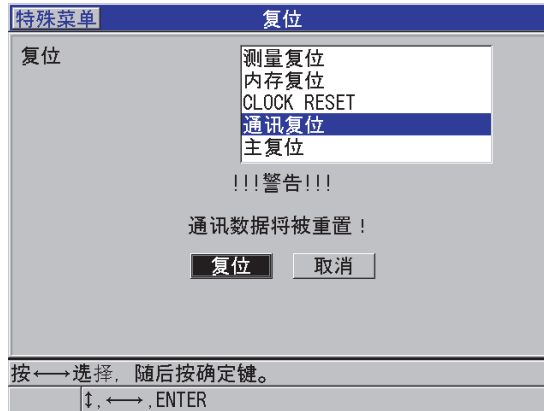

图 14-13 选择通讯复位
3. 在**复位**屏幕中 (参见第 265 页的图 14-13):